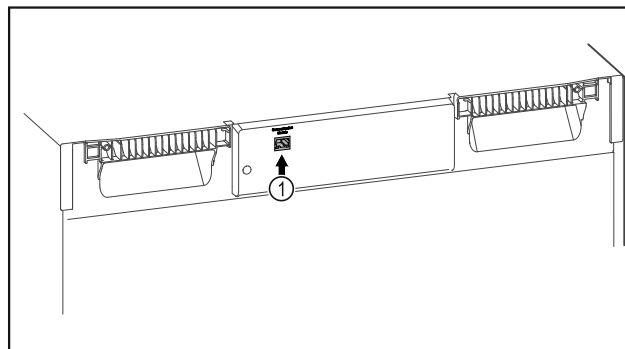

Fig. 111
- SmartModule Fig. 111 (1) er installert.